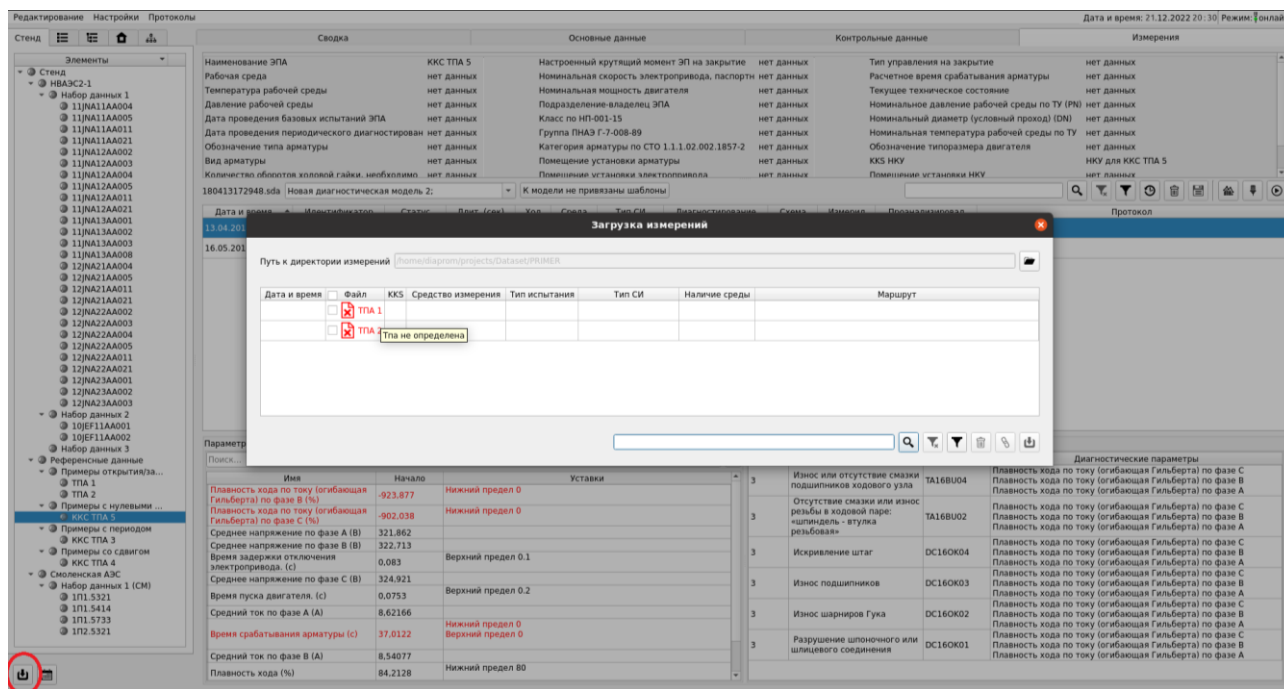

Рисунок 3.19 — Окно загрузки измерений
3.5.1 Кнопкой, расположенной в левом нижнем углу главного окна, вызывается окно загрузки измерений (рисунок 3.19).